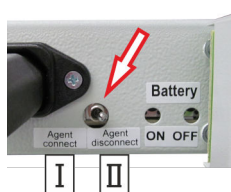

Abb. 76: Blockierschalter
- Vor der Durchführung von Wartungsarbeiten alle vernetzten Systeme durch den Blockierschalter (Abb. 76/Pfeil) blockieren (Blockierschalter auf "Agent disconnect [blockiert]" (Abb. 76/ II) schalten).